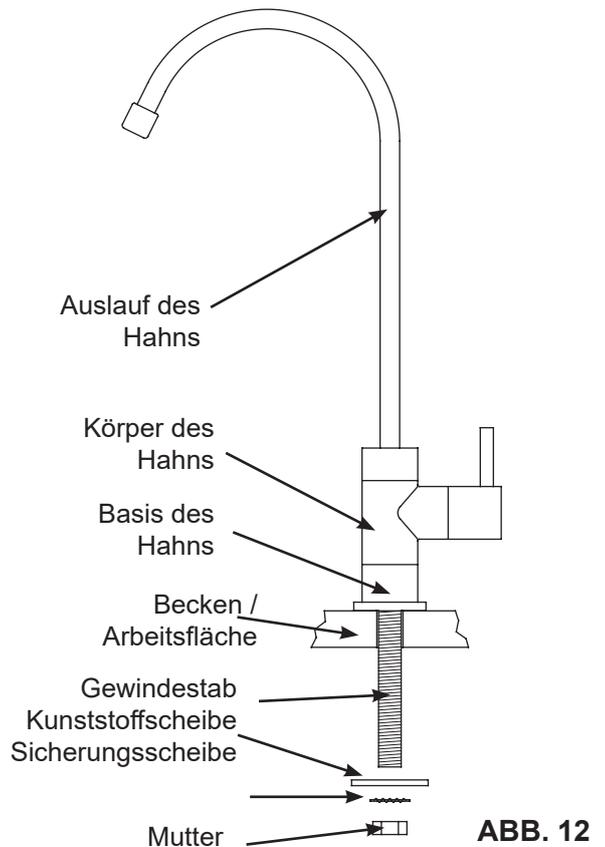

ABB. 12
1. Die verschiedenen Komponenten des Hahns bereit legen. Siehe Abb. 12.
2. Den Hahn, seine Basis und seinen Schaft, wie in Abbildung 12 gezeigt, zusammenbauen.